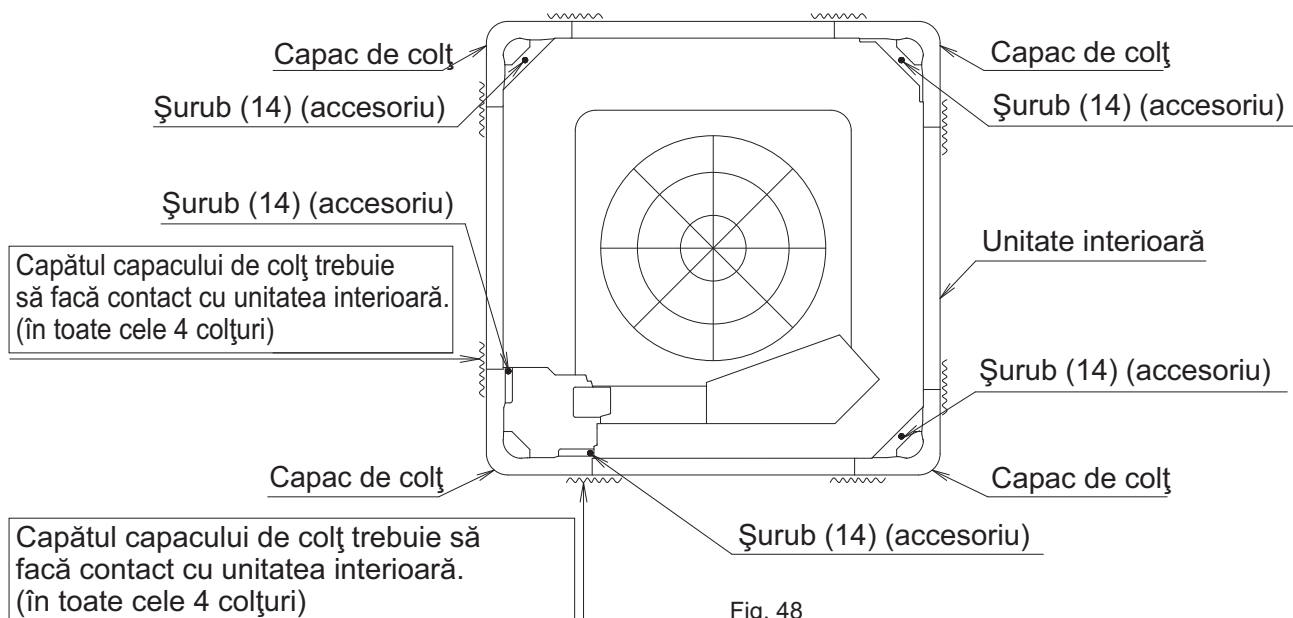

Fig. 48
Apoi, fixați capacul de colț cu șuruburile anexate (14) apăsând în același timp capacul de colț astfel încât capătul capacului de colț și capătul unității interioare să vină în contact. **(Consultați Fig. 48)**